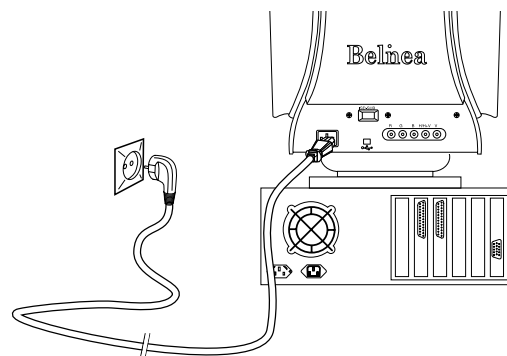

Figure 3. Raccordement du moniteur à la source d'alimentation électrique
1. Connectez le câble d'alimentation électrique au moniteur d'une part, et à une prise électrique murale avec mise à la terre d'autre part (voir figure 3).